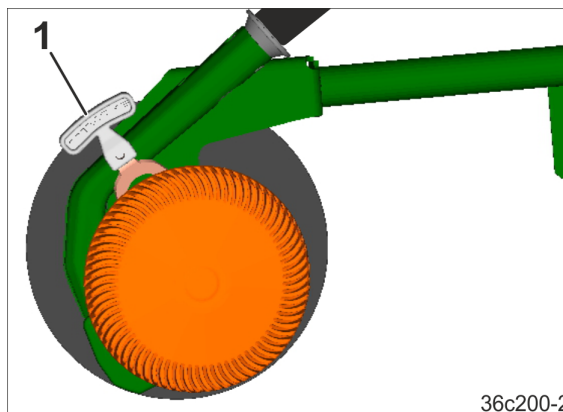

Fig. 179
2. Sett festet til dybdeføringsskiven / hjulet i det nødvendige hullet. Spaken (Fig. 179/1) brukes til betjening av dybdeføringsskiven / hjulet.